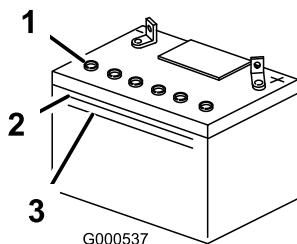

Bild 41
1. Sehen Sie sich die Seite der Batterie an. Der Füllstand muss bis zur **oberen** Linie reichen (Bild 41). Der Säurestand darf nicht unter die untere Linie fallen (Bild 41).
3. Entfernen Sie die Entlüftungsdeckel von der Batterie (Bild 41).
4. Gießen Sie langsam destilliertes Wasser in jede Batteriezelle, bis der Säurestand die obere Linie (Bild 41) am Batteriegehäuse erreicht.
5. Warten Sie nach dem Füllen der Batteriezellen fünf bis zehn Minuten. Gießen Sie bei Bedarf destilliertes Wasser in jede Batteriezelle, bis der Säurestand die obere Linie (Bild 41) am Batteriegehäuse erreicht.